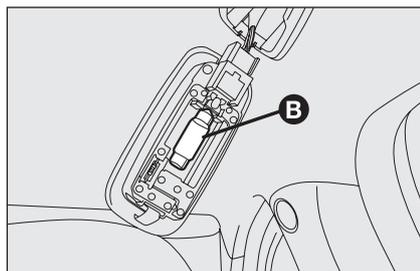

fig. 41
- sostituire la lampada **B**-fig. 41 svincolandola dai contatti laterali accertandosi che la nuova lampada risulti correttamente bloccate tra i contatti stessi.